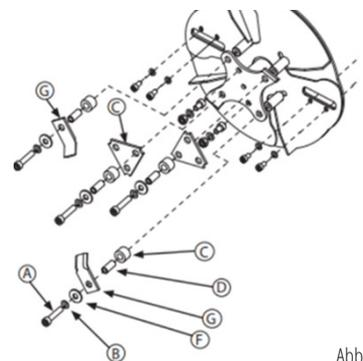

Abb. 15
3. Beachten Sie die Montagereihenfolge der Befestigungselemente, mit denen die Hämmer befestigt sind. Entfernen Sie mit einem 10-mm-Inbusschlüssel die Innensechskantschraube (A) und die dazugehörige Befestigungselemente. SIEHE ABBILDUNG 15
5. Bauen Sie die Hämmer, Distanzscheiben, Unterlegscheiben und Kopfschrauben wieder zusammen. Ziehen Sie die Innensechskantschrauben (A) mit 41-47 Nm an. Die sich auf der gegenüberliegenden Seite des Rotors befindenden J-Hämmer (G) zeigen für eine ausgeglichene Drehung nach außen.